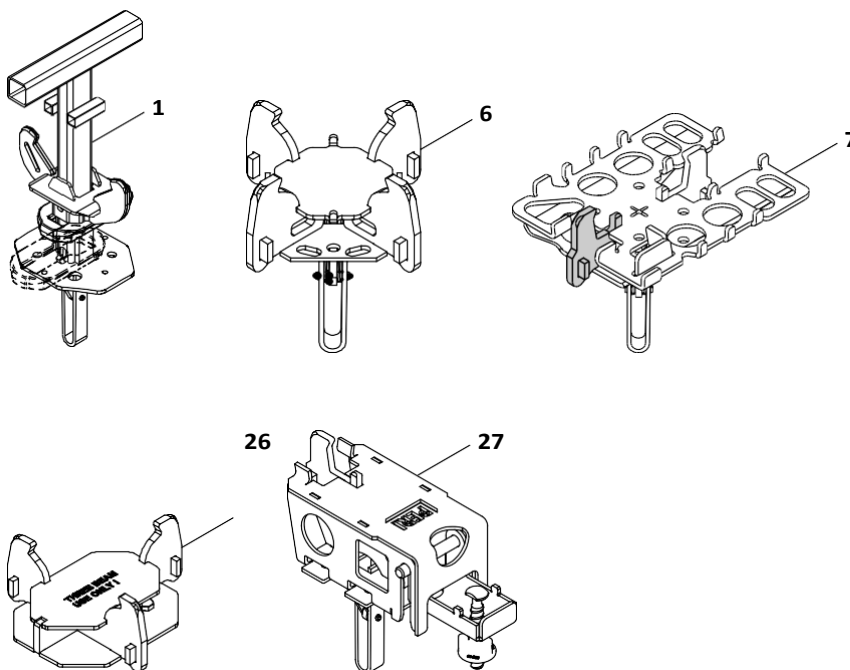

Fig. A2.01
При отвори > 40 mm главите трябва да се закрепят с болтове по диагонал, като се използват 2 болта ISO 4016 M12 x 40-4.6 поц., Му, Арт. №. 035440. (Fig. A2.01)
2. Поставете падащата (1), опорната (6) или комбинираната (7) глава на подпората. Механизмът се заключва автоматично. (Fig. A2.01)